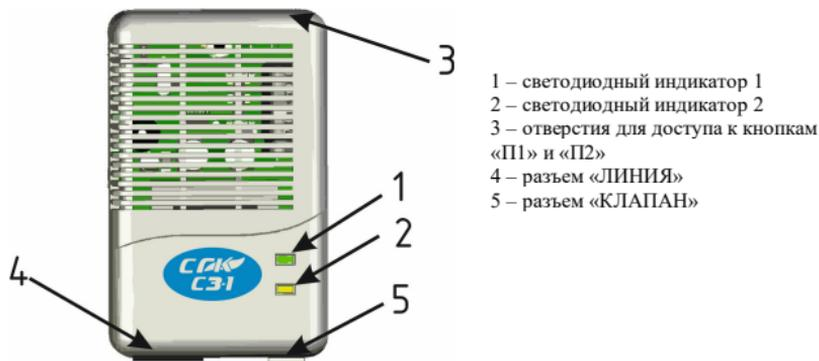

Рисунок 1. – Сигнализатор загазованности. Внешний вид.
Сигнализатор загазованности оснащен собственной световой (индикаторы 1 и 2 рис.1) и звуковой сигнализацией.
- клапан открыт – зеленый цвет свечения светодиода индикатора 2 (рис.1);
- клапан закрыт – желтый (оранжевый) цвет свечения светодиода индикатора 2 (рис.1);
При подаче питающего напряжения (или сигнала «Сброс» от ПК-3) сигнализатор переходит в режим «ТЕСТ», индикаторы 1 и 2 загораются зеленым цветом на 1 с, затем красным цветом. (рис. 1), а также включается звуковая сигнализация.
Затем сигнализатор переходит в режим «ПРОГРЕВ». При этом в течение первых трех минут для СГК С3-2 и одной минуты для СГК С3-1, СГК С3-3 игнорируется сигнал с датчика загазованности, что сопровождается прерывистым свечением светодиодного индикатора 1 (рис. 1). Цвет свечения – зеленый. По истечении времени прогрева (табл. 1) сигнализатор входит в рабочий режим.